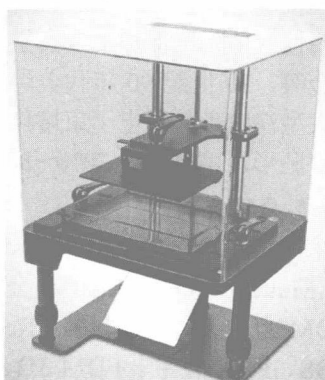

图 1-6 DLP 3D 打印机
(2) 数字化光照加工技术 (Digital Lighting Processing) 简称 DLP, 和 SLA 相似, 打印速度比 SLA 快, 所用材料也为光敏树脂, 打印精度高。在珠宝首饰、牙科、动漫方面应用较多, 如图 1-6 所示。